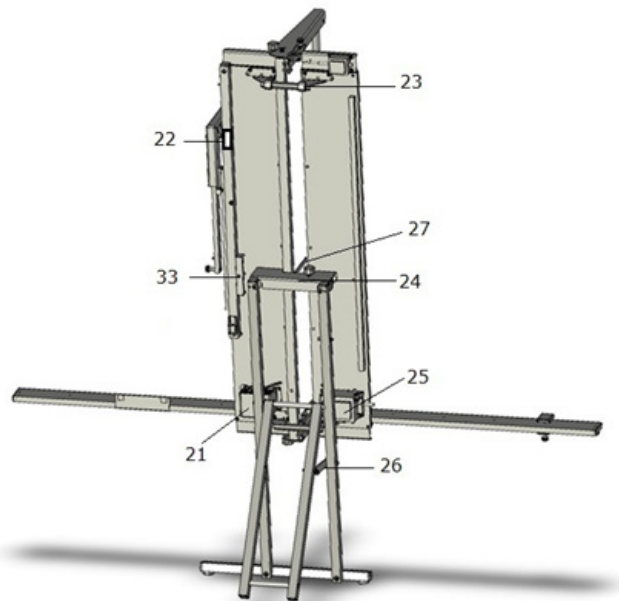

Fig. 2
- Utilisez la poignée prévue à cet effet (33, Fig. 2).
- Dépliez le support comme indiqué sur la fig. 2 et fixez le système de blocage (26) pour assurer une position stable.
- Ouvrez le verrou de sécurité sur le support à l'arrière de l'appareil (24, Fig. 2), et accrochez-le à la barre supérieure du support.
- Fermez le verrou de sécurité sur le support de l'appareil (24, Fig. 2 + 3) et vissez-le à fond.
- Ouvrez le verrou de sécurité sur le support à l'arrière de l'appareil (24, Fig. 2 + 3) et accrochez-le dans le montant supérieur de la lisse arrière.
- Le transformateur (25) et la boîte de rangement (21) entrent alors en contact avec le montant inférieur de la lisse arrière.